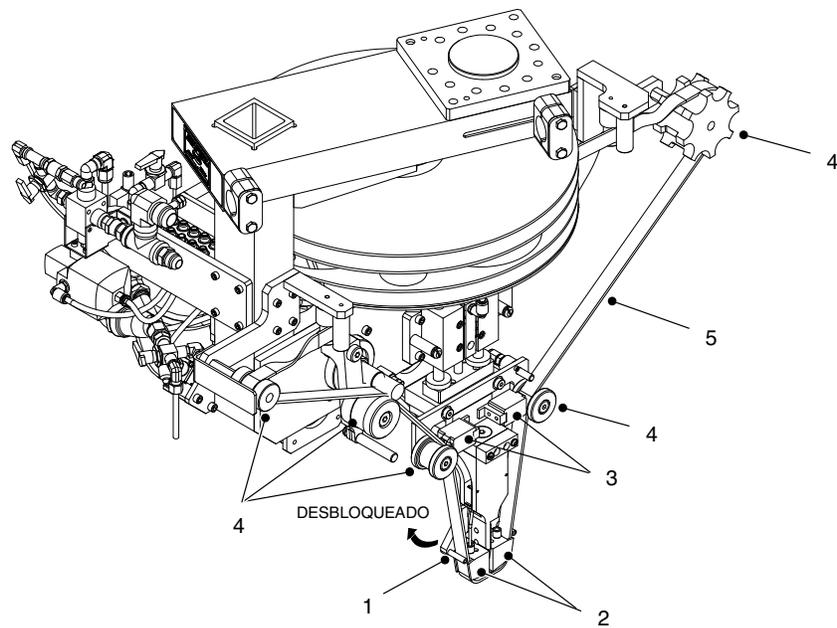
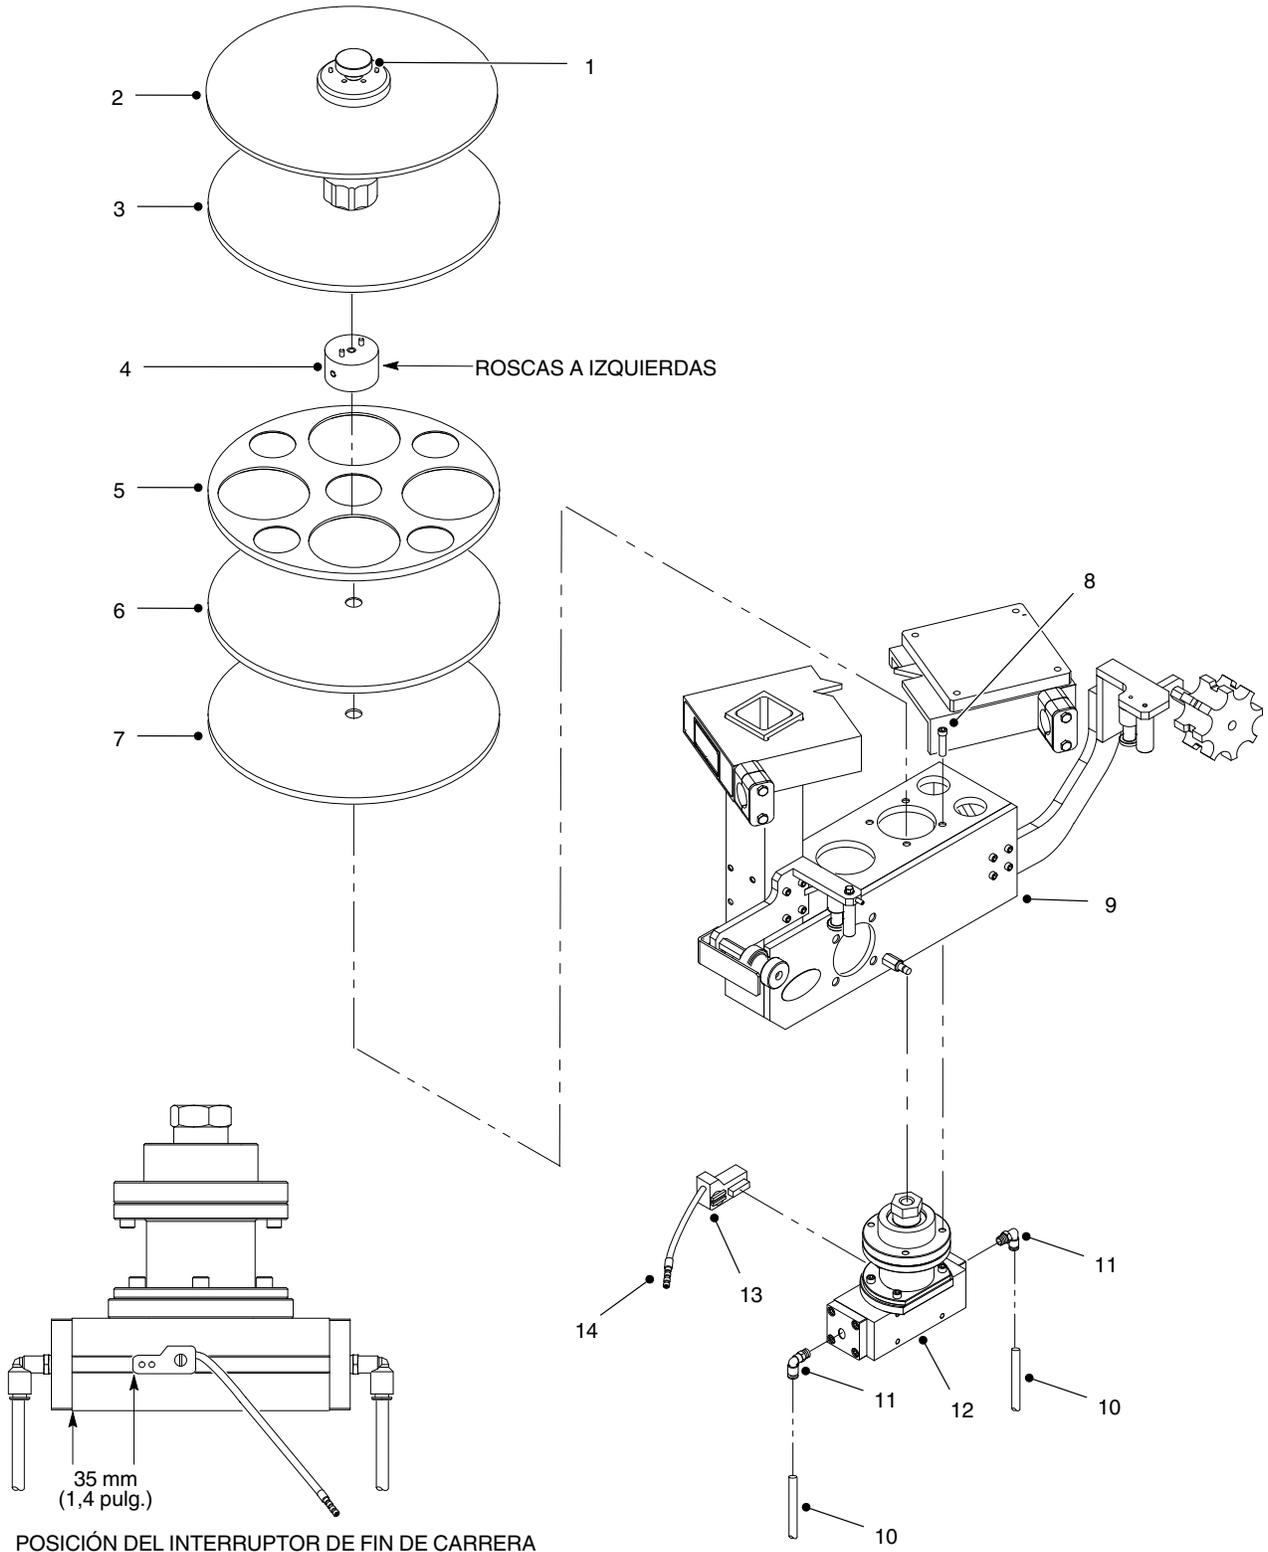

Figura 9 Extracción del actuador giratorio
Figura 10 Instalación del actuador giratorio
1. Ver la figura 9. Desde el controlador, soltar los bloques de pinza (3) del fieltro (5).
3. Desplazar el bloqueo de fieltro (1) a la posición desbloqueada. Retirar el fieltro (5) de los bloques de fricción (2) y los rodillos (4). En caso deseado, cortar el fieltro utilizado.
4. Ver la figura 10. Utilizando el botón (1), retirar el disco de recogida (2) del actuador giratorio (12).
6. Utilizar una llave combinada de 11/8 pulg. o equivalente para sujetar el eje en el actuador giratorio de recogida (12). El cubo de suministro de fieltro (4) tiene roscas a izquierdas. Utilizando una llave de correa, soltar y retirar el cubo de suministro de fieltro.
7. Retirar el disco de fricción de caucho (6) y la bobina restante (7) del eje del actuador giratorio de recogida (12).
8. Tener en cuenta la posición del interruptor de fin de carrera (13). Desconectar el conector del interruptor de fin de carrera (14) del cable. Aflojar 1/4 vuelta el tornillo del interruptor de fin de carrera. Retirar el interruptor de fin de carrera del actuador giratorio de recogida (12).
9. Etiquetar y desconectar las líneas de aire (10) de los racores (11) en el actuador giratorio de recogida (12).
10. Retirar los tornillos (8) que unen el actuador giratorio de recogida (12) al soporte (9). Retirar los racores (11) del actuador giratorio de recogida.
1. Ver la figura 10. Instalar los racores (11) en el actuador giratorio de recogida (12).
2. Colocar el interruptor de fin de carrera (13) en el actuador giratorio de recogida (12) tal y como se muestra. Girar 1/4 de vuelta el tornillo del interruptor de fin de carrera para apretarlo.
3. Conectar el conector del interruptor de fin de carrera (14) al cable.
4. Asegurarse de que el cable del interruptor de fin de carrera (14) no interfiere con el funcionamiento del actuador.
5. Aplicar Loctite 242 a las roscas de los tornillos (8). Instalar el actuador giratorio de recogida en el soporte (9) utilizando los tornillos. Apretar los tornillos a 92 ± 9 pulg.-lb (10,4 ± 1 N•m).
6. Instalar la bobina (7) y el disco de fricción de caucho (6).
7. Instalar el cubo de suministro de fieltro (4). El cubo de suministro de fieltro tiene roscas a izquierdas. Utilizar una llave combinada de 11/8 pulg. y una llave de correa para apretar el cubo de suministro de fieltro.
8. Instalar las bobinas restantes (3, 5) en el eje del actuador giratorio de recogida (12).
9. Conectar las líneas de aire (10) a los racores (11). Retirar las etiquetas.
10. Ver la figura 9. Instalar el fieltro (5) alrededor de los bloques de fricción (2) y los rodillos (4). Desplazar el bloqueo de fieltro (1) a la posición bloqueada.